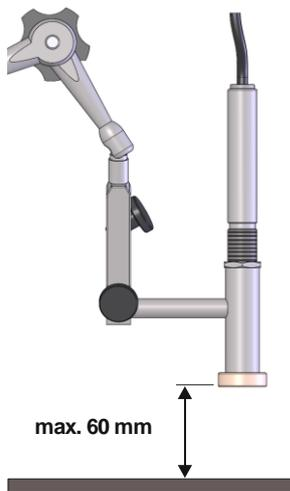

Abb. 3: Positionierung Messeinrichtung
- Entfernung zu Messfleck möglichst gering halten. Die Entfernung wird von der Vorderkante der Schutzmanschette gemessen (max. Entfernung 60 mm → Abb. 3).